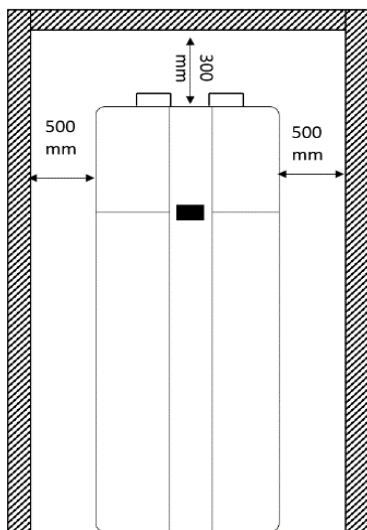

Figura 9 - Distanza minima dalle pareti di un'unità sprovvista di condotto aeraulico
- Le minime distanze descritte in Figura 9 devono essere rispettate.